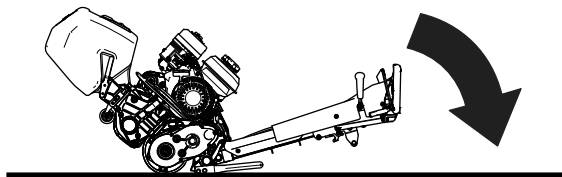

Figura 4
1. Accesați unitatea de tăiere prin coborârea mânerului unității de tracțiune la sol (Figura 4).